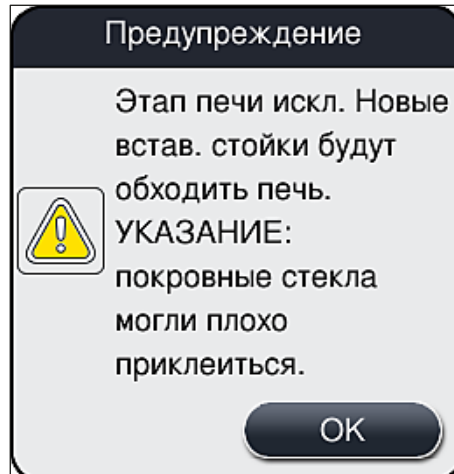

Рис. 36
- 3. Подтвердите конфигурацию нажатием кнопки **Сохранить** (→ Рис. 33-5), после чего ознакомьтесь с информационным сообщением на дисплее (→ Рис. 36) и подтвердите его нажатием **OK**.